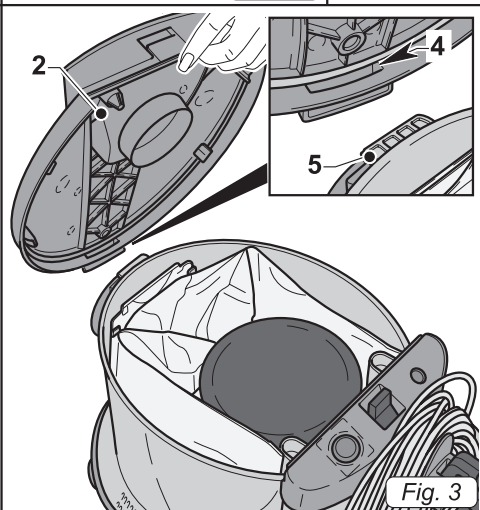
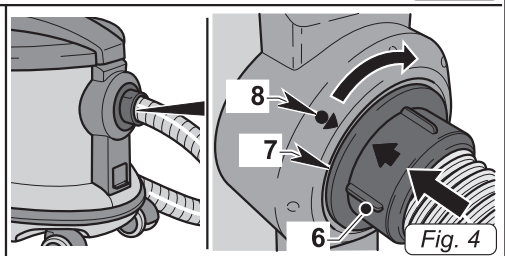

Fig. 3
Fig. 4
- Снова установить крышку (2 Рис. 3), совместив имеющуюся на крышке канавку (4 Рис. 3) и защелку (5 Рис. 4), расположенную на отсеке; затем толкать ее вниз до тех пор, пока не послышится щелчок фиксации.
- Вставить шланг со штыковым соединением (6 Рис. 4) в отверстие (7 Рис. 4) отсека так, чтобы стрелка на шланге (6 Рис. 4) совпадала со стрелкой (8 Рис. 4) на крепежном зажимном кольце; затем повернуть шланг по часовой стрелке до его фиксации.